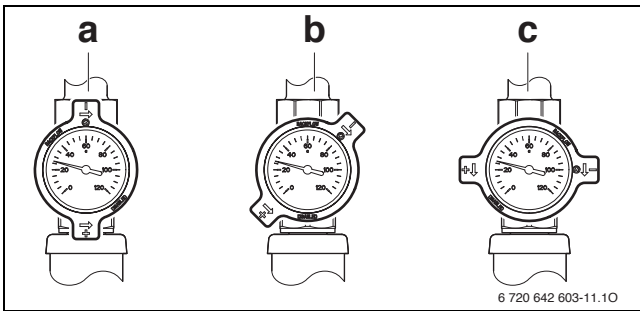

Fig. 20 Spærreanordning med selvirkulationsspærre i fremløbet
- ▶ Åbn selvcirkulationsspærren i frem- og returløbet (→ fig. 20 og 21, side 17).